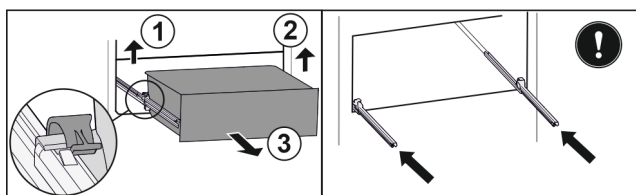

Fig. 37*
- ▶ Zvedněte levou svorku a současně vytáhněte zásuvku vlevo dopředu Fig. 37 (1).*
- ▶ Zvedněte pravou svorku a současně vytáhněte zásuvku vpravo dopředu Fig. 37 (2).*
- ▶ Zásuvku odeberte směrem dopředu Fig. 37 (3).*